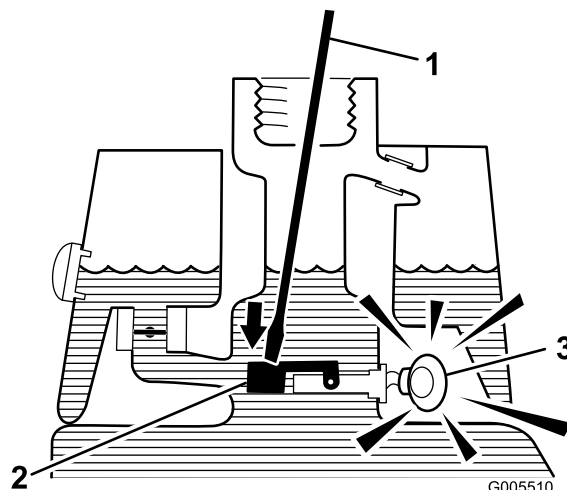

Figura 27
- Insira uma barra ou uma chave de parafusos no bocal do depósito e empurre com cuidado o comutador de bóia (Figura 27). O alarme deverá ser ativado ao fim do período de desfasamento de um segundo.